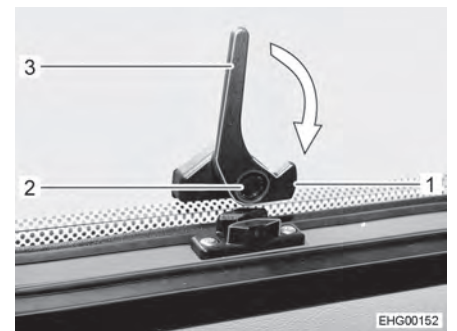

Bild 42 Verriegelungshebel, unten (Stellung "geöffnet")
- Sicherungsknopf (Bild 42,2) am unteren Verriegelungshebel (Bild 42,3) drücken und gedrückt halten.
- Unteren Verriegelungshebel (Bild 42,3) eine viertel Umdrehung zum Fensterrahmen hin drehen, bis die Verriegelungsnase (Bild 42,1) einrastet.